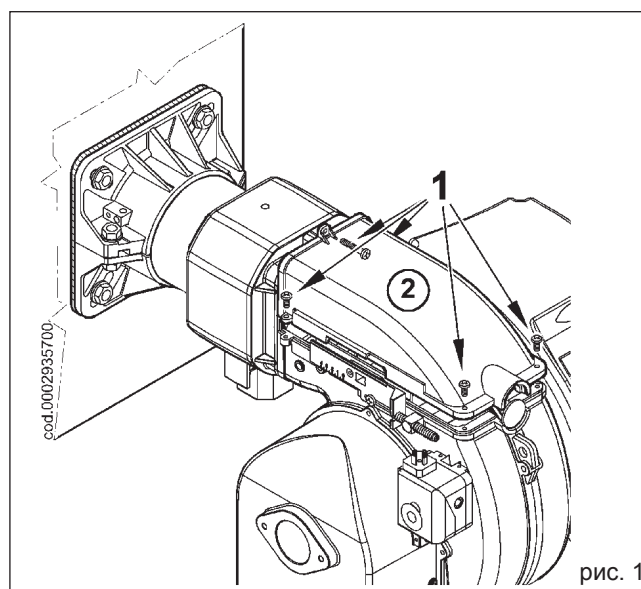

рис. 1
- 1) Открутить винты (1) и снять крышку (2) (рисунок 1).
- 2) Убедиться, что подвижная пластина (3) закреплена
- 2) Повернуть на 180° коленчатый фитинг (4) и смеситель (6) так, чтобы вход газа был обращен вверх (рисунок 1). Снова закрепить смеситель и шток продвижения узла на газоподающей трубе.
- 3) Теперь необходимо снять 4 гайки (7), показанные на рисунке 2, освободить огневую трубу (8) от соответствующих шпилек и установить ее обращенной вверх резьбовым соединением для крепления газовой ramпы.